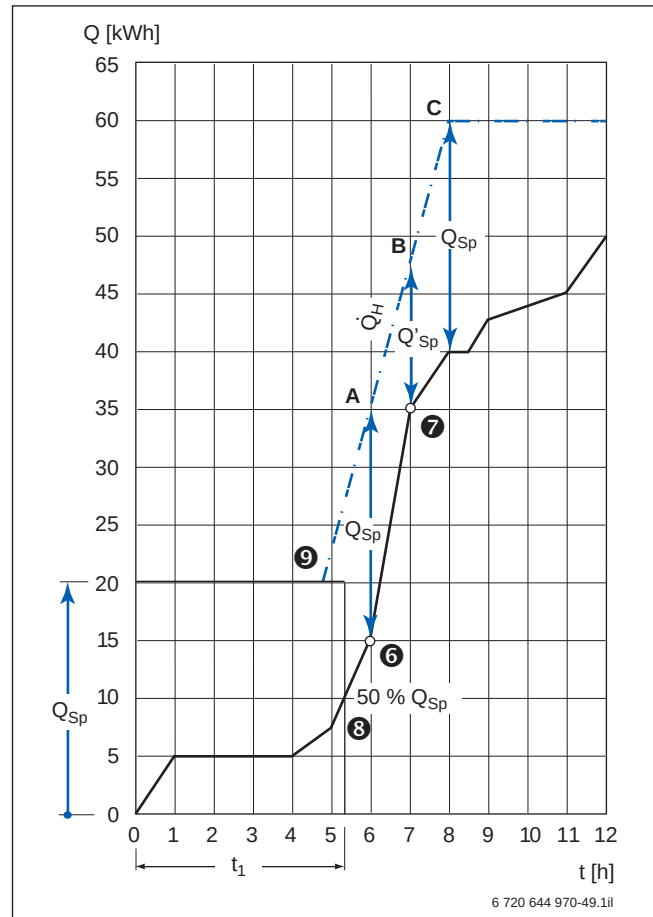

Bild 57 Konstruieren der Heizlinie im Wärmeschaubild
Die Speicherkapazität Q_{Sp} ist entsprechend dem kurzzeitigen Spitzenbedarf zwischen den Bedarfspunkten ⑥ und ⑦ aus dem Wärmeschaubild Bild 57 gewählt und beträgt:
Bei einer gewählten Speichertemperatur $\vartheta_{Sp} = 60^\circ\text{C}$ und der Zapftemperatur $\vartheta_{WW} = 40^\circ\text{C}$ darf die Speicherkapazität nicht unter $Q'_{Sp} = 12 \text{ kWh}$ abfallen. Damit liegen die Punkte A und B fest (→ Bild 57).
Die benötigte Speicheraufheizleistung (Dauerleistung) ist mit Hilfe der Grundformel 63 (→ Seite 156) aus den Kapazitätswerten des Gesamtbedarfs (→ Bild 57, Punkt C) und der vollständigen Entladung des Speichers (Punkt A) sowie den dazugehörigen Zeiten zu berechnen: